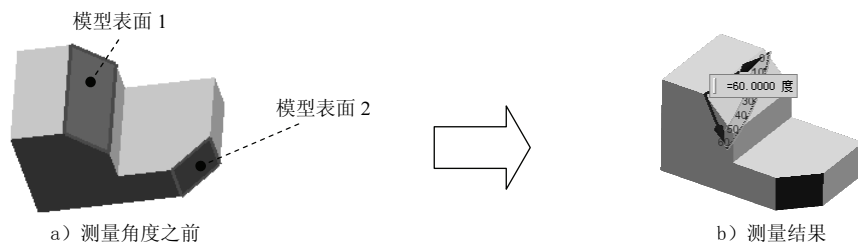

图 7.1.8 测量面与面间的角度
(3) 定义测量几何对象。选取图 7.1.8 所示的模型表面 1，再选取如图 7.1.8 所示的模型表面 2，测量结果如图 7.1.8 所示。